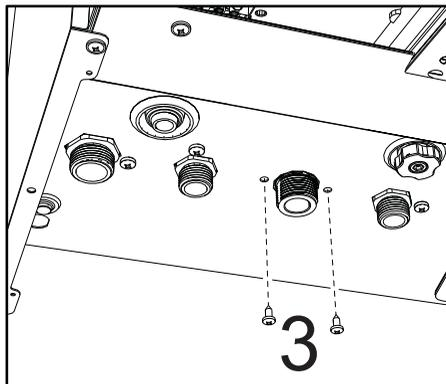

fig. 58
- Deșurubați șuruburile „3”(fig. 58)